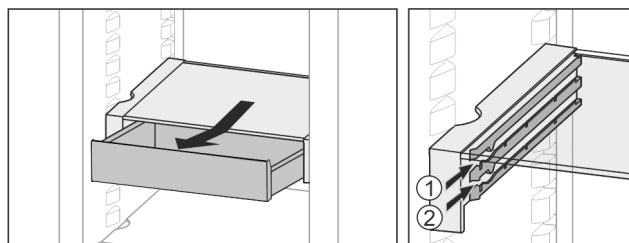

Fig. 18
- Inserire all'altezza desiderata Fig. 18 (1) o Fig. 18 (2).